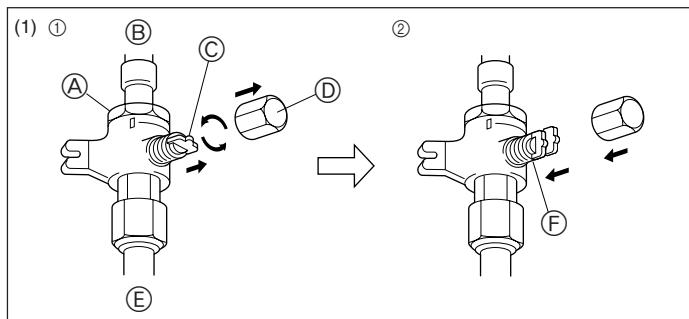
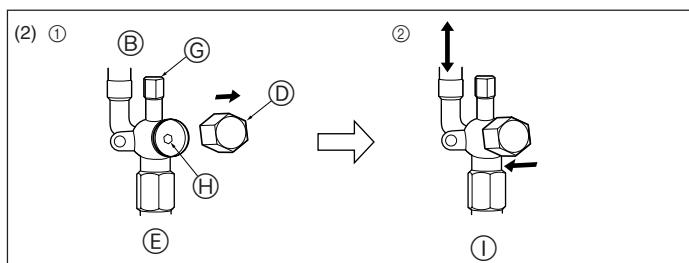

Fig. 4-4
Fig. 4-5
- (1) Gasside (Fig. 4-4)
- ① Afmonter hætten, træk håndtaget hen imod Dem og drej en 1/4 omgang mod uret for at åbne.
- ② Kontroller, at stopventilen er helt åben, skub håndtaget ind og drej hætten tilbage til den oprindelige position.
- (2) Væskeside (Fig. 4-5)
- ① Fjern dækslet, og drej ventilspindlen mod uret så langt som muligt vha. en 4 mm sekskantet skruenøgle. Stop med at dreje, når den når stopperen (ø6,35: ca. 4,5 omgang; ø9,52: ca. 10 omgang).